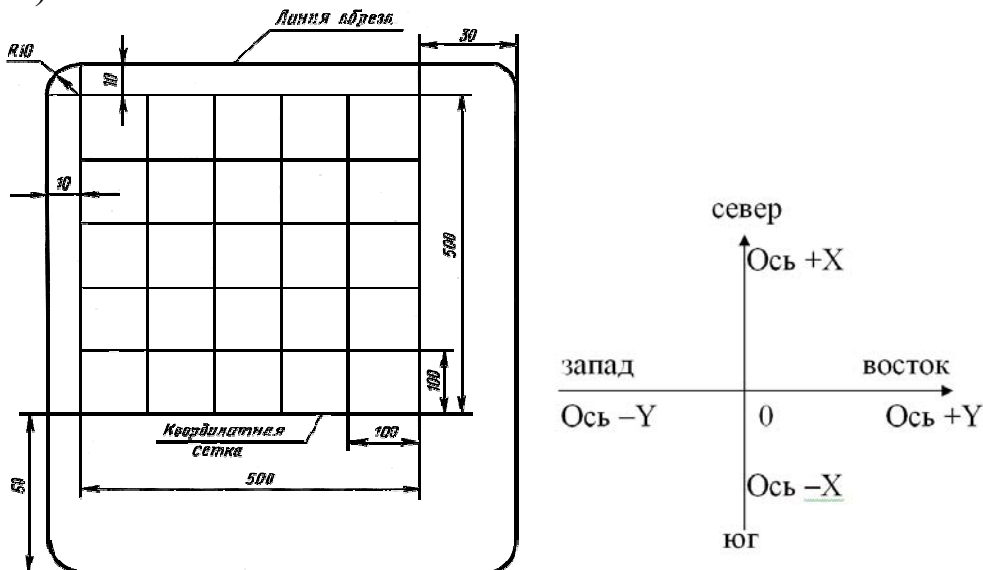

Рис. 53. Линии рамок чертежей на планшете и направление осей
2. Вычертите планшет 50×50 см, линии рамок чертежа, сделать оцифровку координатной сетки для масштаба 1:2000 (рис.53).
Обратите внимание на различие в направлении координатных осей в программе AutoCAD и на топографических и маркшейдерских планах, где положительное направление оси X – на север, оси Y – на восток (рис. 53);